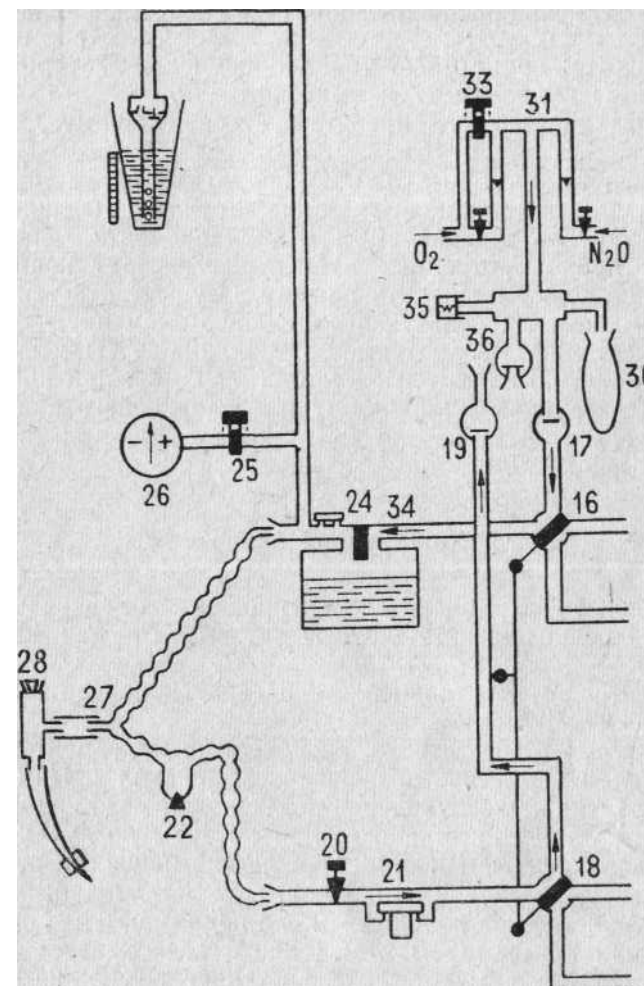

Рис. 2. Схема аппарата (спонтанное дыхание):
3. Работа аппарата при спонтанном дыхании (рис. 2)